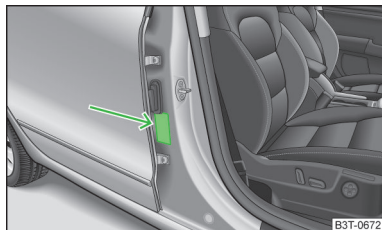

Fig. 155
- Este hecho lo indica también el adhesivo que se encuentra en la columna B en el lado del acompañante » **fig. 155**. El adhesivo es visible al abrir la puerta del acompañante. Para algunos países, se pega el adhesivo en el parasol del acompañante.